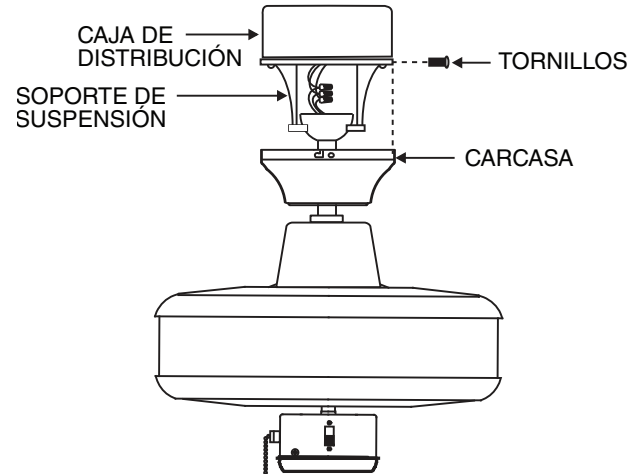

FIGURA 11
1. Deslice la carcasa hacia el techo, como lo muestra la figura 11. Asegúrese de colocar los cables con seguridad en la caja de distribución.